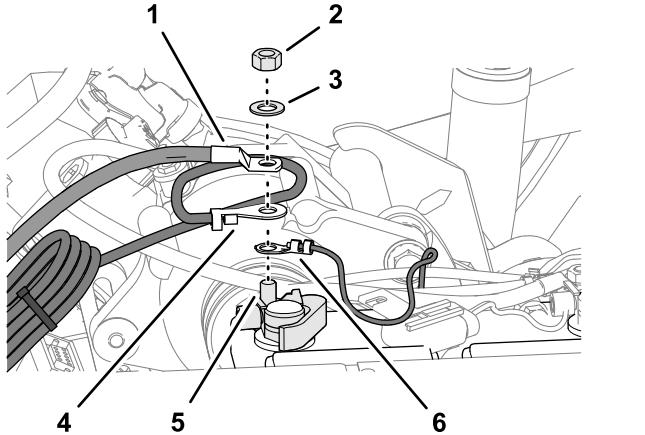

Figura 95
- Monte los siguientes cables y terminales en el espárrago roscado del borne negativo de la batería (Figura 95), en el orden siguiente: